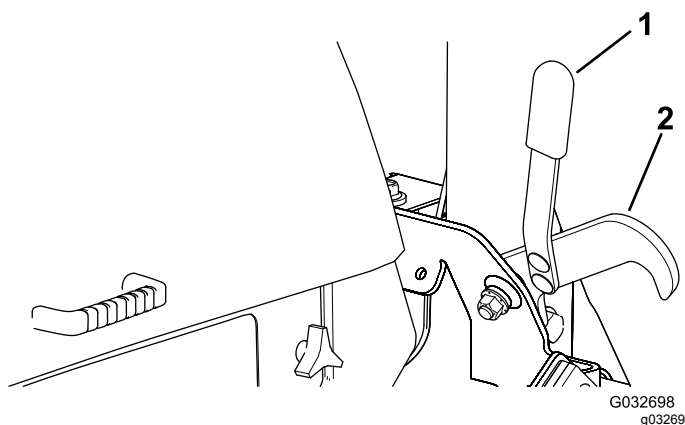

Figura 31
2. Enquanto estiver sentado no banco do operador, rode a chave da ignição para a posição FUNCIONAMENTO (Figura 31).